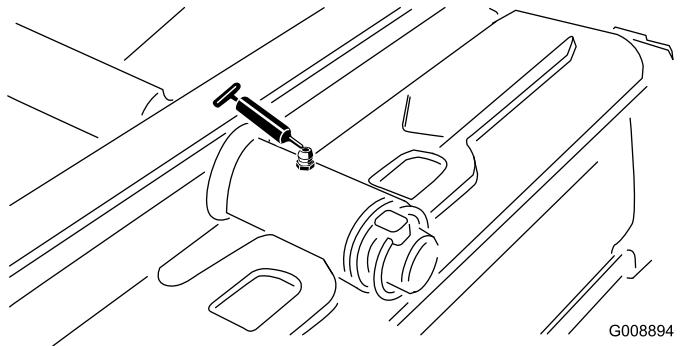

Figura 45
- Pivote de la unidad de corte trasera (Figura 45)